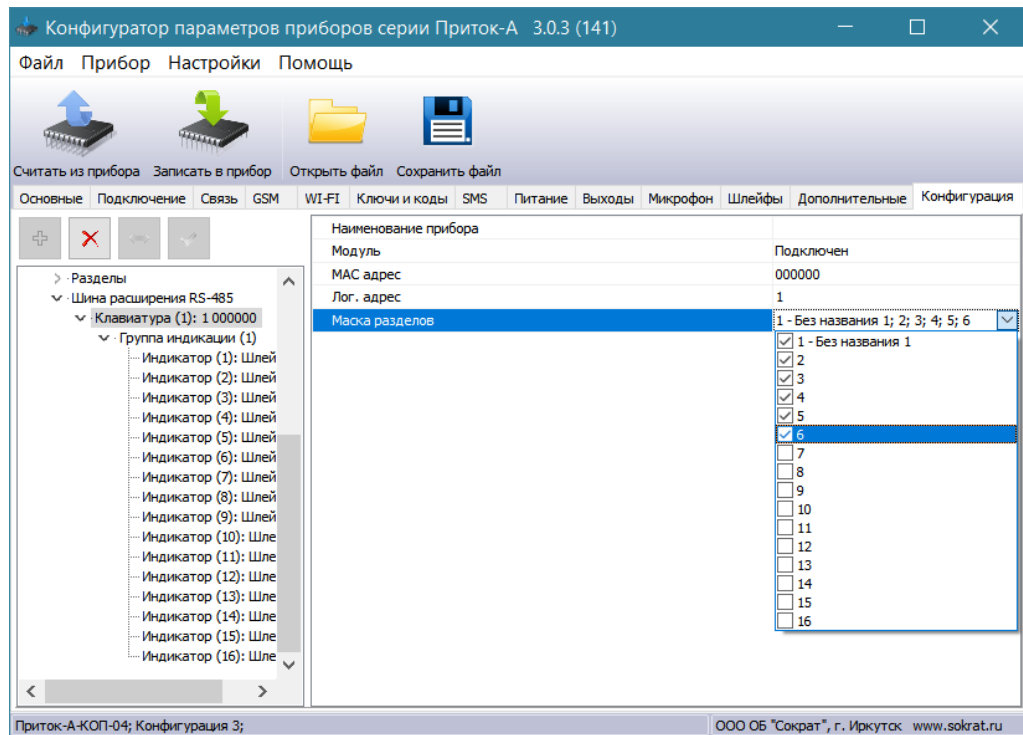

Рисунок 7
- Выделите курсором клавиатуру. В правом окне в выпадающем меню пункта **«Маска разделов»** отметьте разделы, которые вы хотите назначить для этой клавиатуры (см. Рисунок 7);